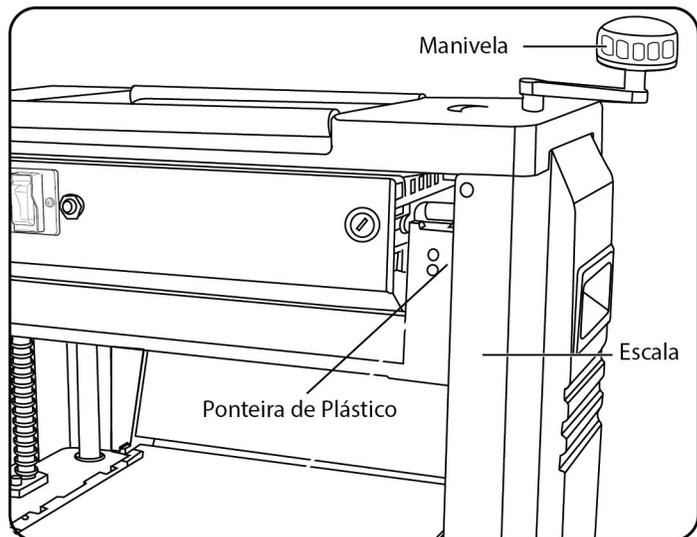

Fig.06
1) AJUSTAR A PROFUNDIDADE DE CORTE (Fig. 06)